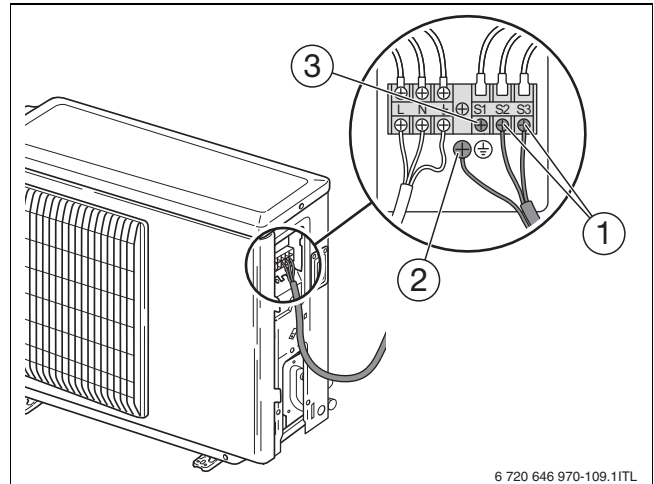

Bild 39 Anschlussklemme der Außeneinheit
- ▶ Erdungsleitung der Außeneinheit anschließen (→ Bild 39, [2]). Die Erdungsleitung muss länger sein als die übrigen Kabel, so dass die Verbindung bei Zugbelastung nicht unterbrochen wird.
- ▶ Die BUS-Anschlüsse der Luft-Wasser-Wärmepumpen-Regelung an die Anschlussklemmen S2 bzw. S3 anschließen (→ Bild 39, [1]).